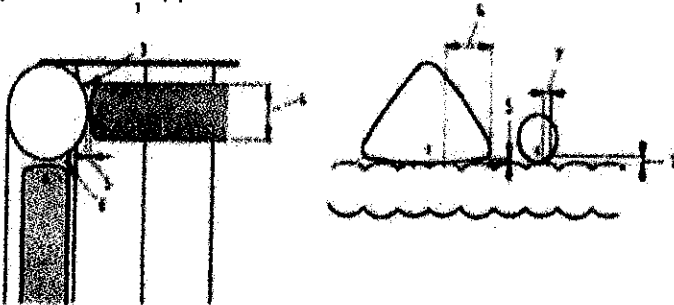

Figura 11 - Intrappolamento
- Le superfici gonfiate adiacenti dovranno essere posizionate ad una distanza superiore a 120 mm, se l'apertura risultante una profondità superiore a 200 mm (vedere la Figura 11).